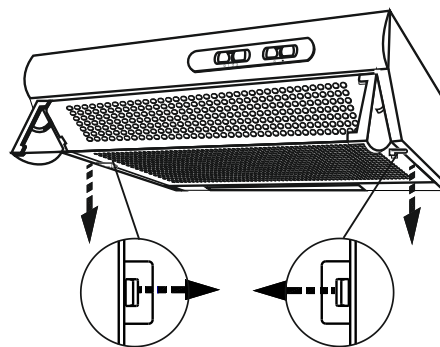

рис. 4
- откройте решетку сместив зажимы по направлению стрелок (рис.4);
- снимите решетку с фильтром (рис. 4);
- откройте решетку (рис. 4);